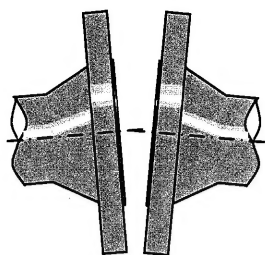

図1 平行度が悪い
- ・相対するフランジの平行度が出ていないと片締めの原因となりますので、正しい位置に補正してください。（図1参照）